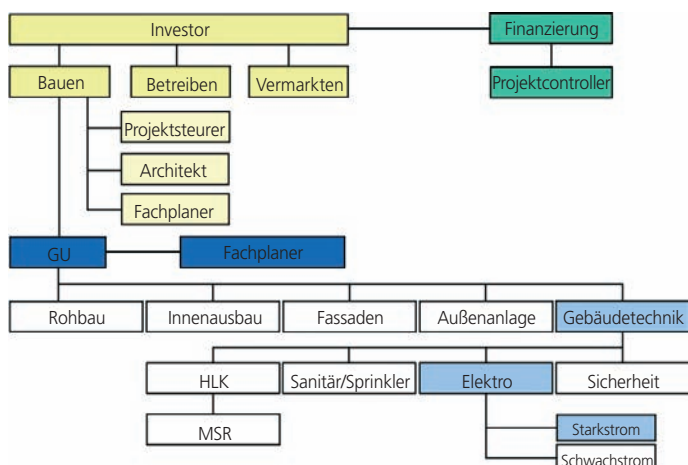

Bild 1: Übersicht der Beteiligten eines normalen Projekts
- Die Planung der elektrischen Anlagen sollte vor dem Baubeginn abgeschlossen sein (Bild 1).